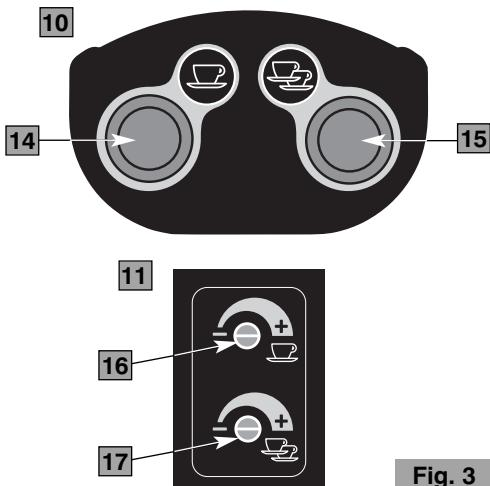
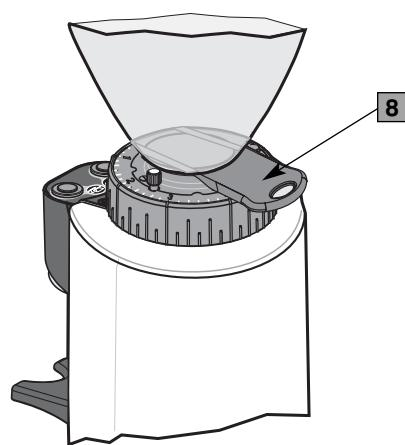

Fig. 3
Fig. 4
- 4** Press the button  (14 Fig. 3) to grind the amount of coffee necessary for a single shot
- or the button  (15 Fig. 3) for a double shot.
**NOTE!** It is recommended to grind small amounts of coffee, letting the burrs empty with every regulating attempt, by opening and closing the shutter (8 Fig. 4) each time.
To change the grinding time of both the single shot and the double shot, you must turn the respective adjustment screws (16, 17 Fig. 3) located in the panel under the support fork (11 Fig. 3).
### Composants principaux (Fig. 1, Fig. 2, Fig. 3, Fig. 4)
6. S'assurer que le récipient (cloche) des grains de café est placé (é) correctement et qu'il a l'obturateur ouvert (8 Fig. 4).
- 4** Appuyer sur la touche  (14 Fig. 3) pour moudre la quantité de café nécessaire pour une dose unique ou la touche  (15 Fig. 3) pour une dose double.
**N.B. :** On recommande de mouler de petites quantités de café et de laisser les meules se vider à chaque tentative de réglage en ouvrant et en fermant chaque fois l'obturateur (8 Fig. 4).
Pour modifier le temps de mouture aussi bien de la dose unique que double, il faut faire tourner les vis de réglage respectives (16, 17 Fig. 3) placées dans le panneau sous la fourche d'appui (11 Fig. 3).